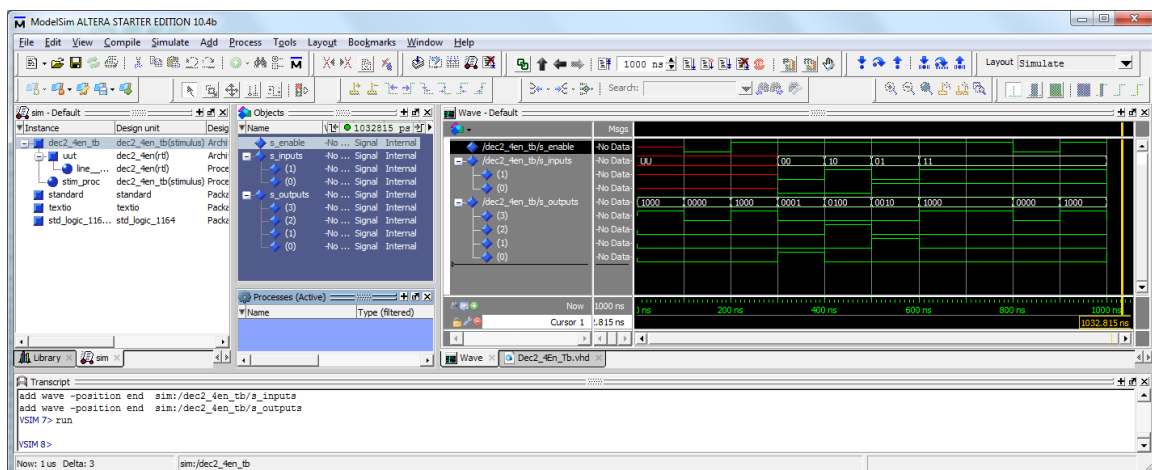

Figura 8 – Resultados de simulação do decodificador binário de 2→4 “Dec2_4En.vhd” com a *testbench* “Dec2_4En_Tb.vhd”.
11. Execute a simulação, especificando previamente o tempo pretendido (e.g. 1000 ns tal como ilustrado na Figura 8), prima “Run” e analise os resultados. A janela “Wave” deve ser atualizada à medida que a simulação progride.